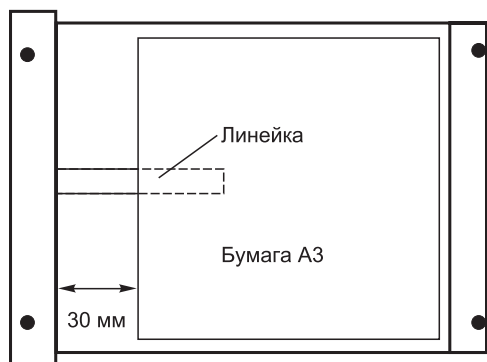

Рис. 4. Положение листа бумаги при регулировке
8. Поместите на линейку белую бумагу формата А3, как показано на рис. 4.